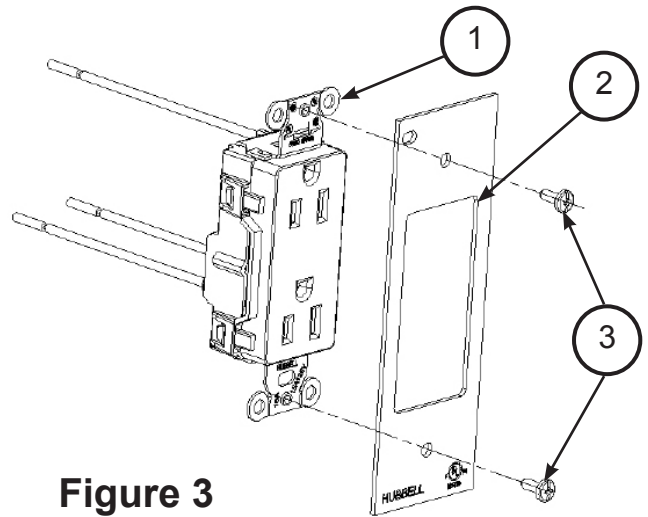

Figure 3
1. N° de catalogue FB10MPREC (Voir la Fig. 3.)